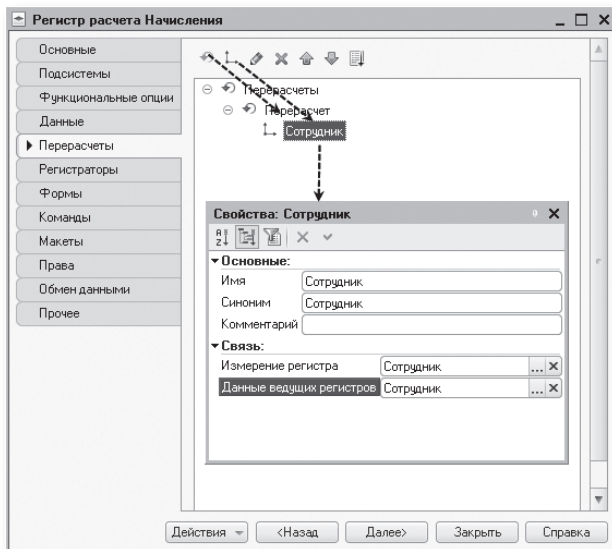

Рис. 17.15. Перерасчеты регистра
- данные ведущих регистров – выберем то же самое измерение Сотрудник регистра расчета Начисления (рис. 17.15).